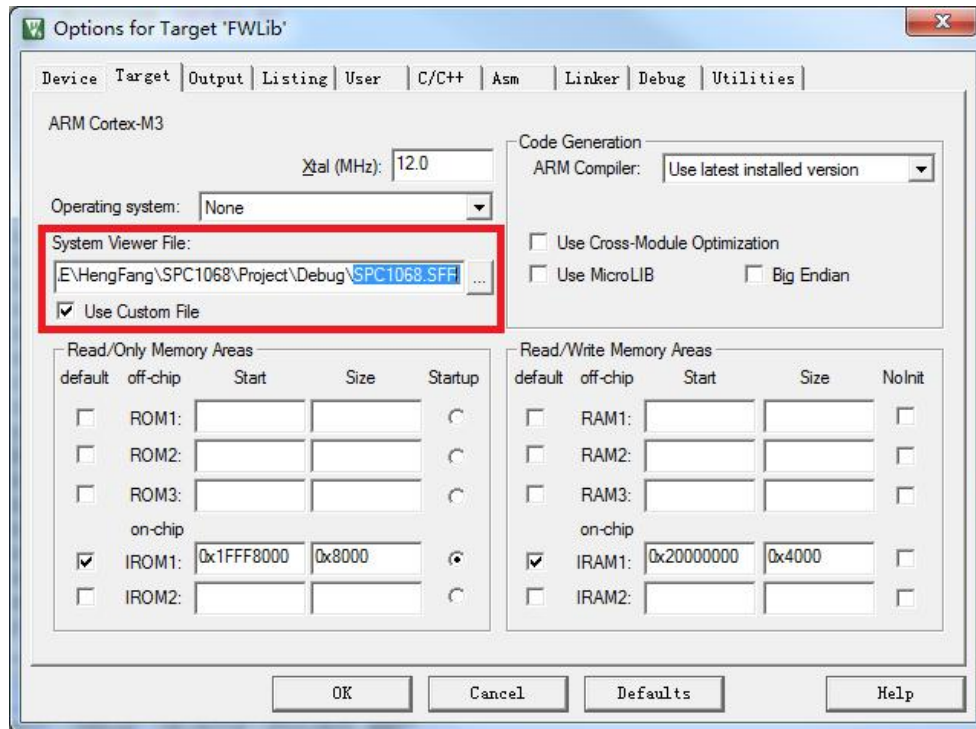

图 3-10: System Viewer File 设置界面
(1) 通过 KEIL 软件添加芯片 System Viewer File。单击图标，在弹出的界面中勾选 Use Custom File 选项，然后单击图标，在弹出的对话框中选中芯片的 System Viewer File。设置结果如图 3-10 所示。